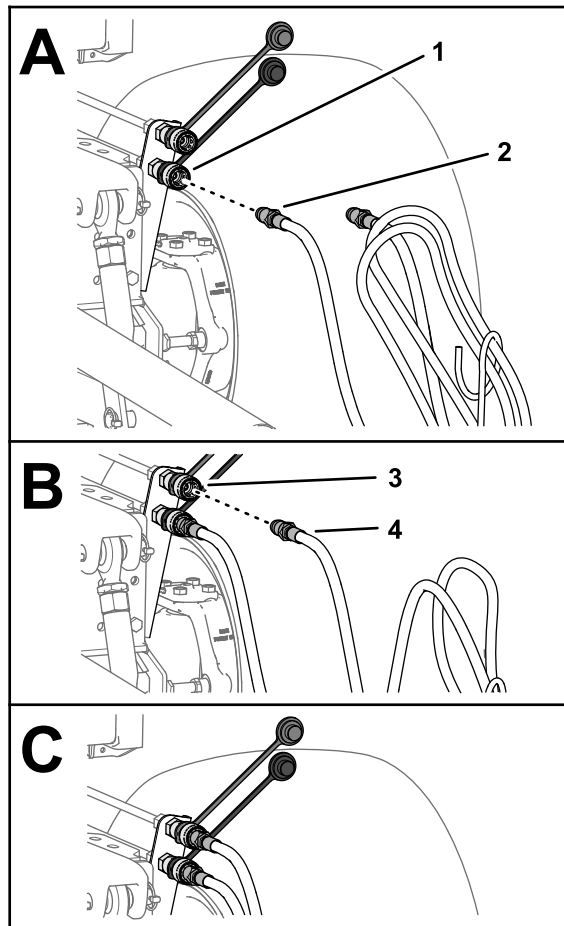

Figura 31
7. Conecte el acoplamiento rápido de la manguera de extensión del accesorio al acoplamiento rápido del circuito de extensión (Figura 31).
8. Conecte el acoplamiento rápido de la manguera de retracción del accesorio al acoplamiento rápido del circuito de retracción (Figura 31).